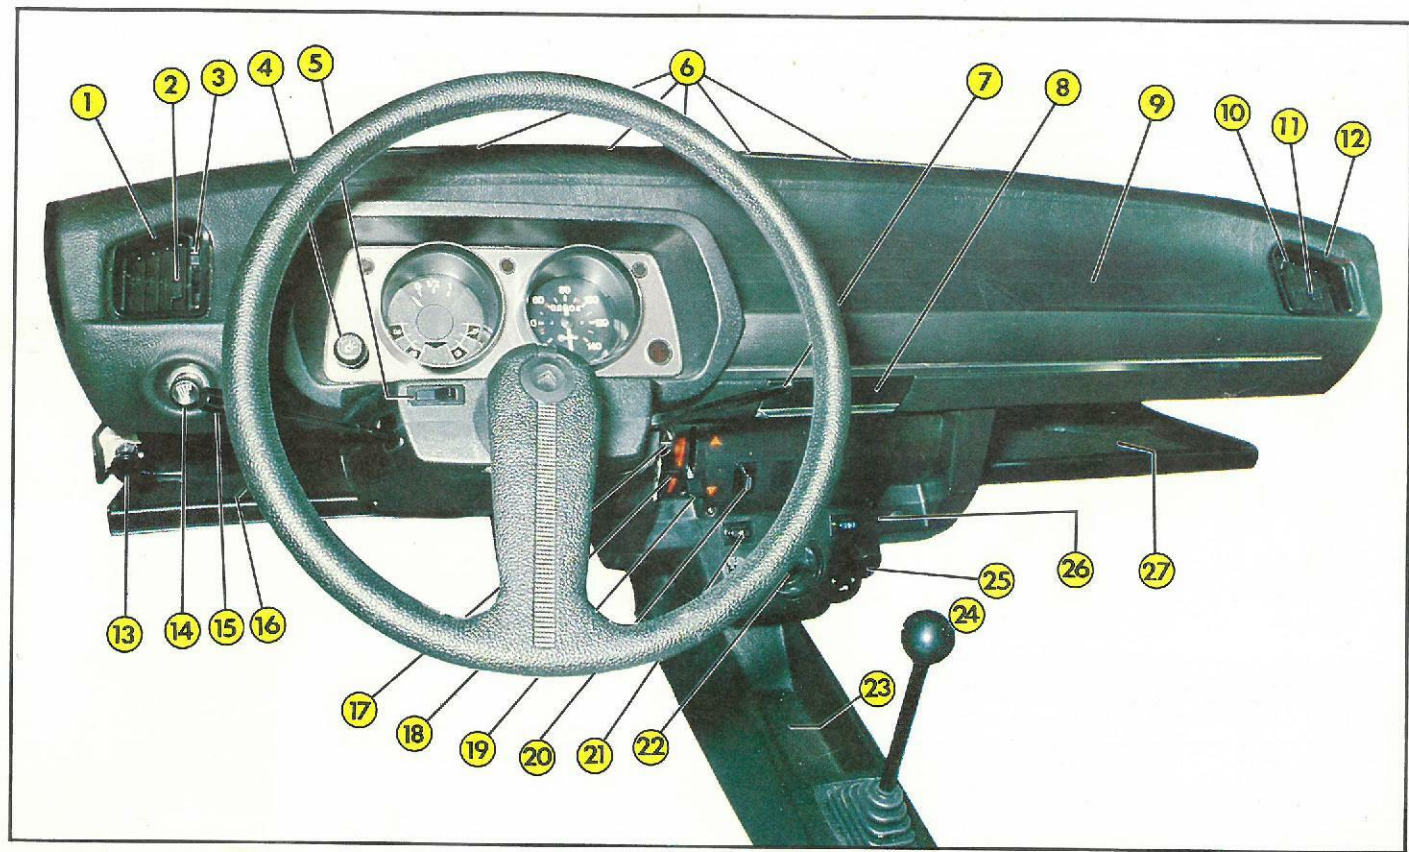

FIG 8 - Kørestilling
- træk helt ud i knappen i venstre side under instrumentbordet (13 fig 8, side 6) hvorefter hjælmen automatisk løftes let, ved frigørelse fra låsemekanismen (1)
- Lad hånden glide ind under hjælmfronten og skub sikkerhedspalen (2) ind samtidigt med at De løfter hjælmen helt op.
- lad hjælmen falde ned indtil hjælmholderen (3) fastlåses